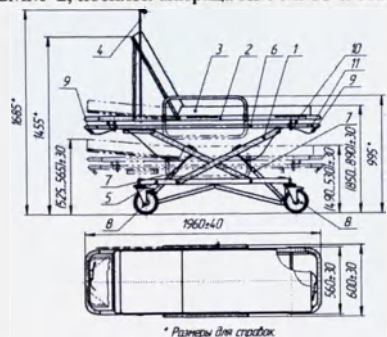

Рисунок 1. Тележка ТВ-ММ мод. 1261
2.4. Габаритные размеры, мм	См. рис. 1
4.1. Изделие (см. рисунок 1) состоит из: тележки многоуровневой 1, носилок жестких двухсекционных НЖ-2ММ 2, носилок-матраца НМ-ММ 3 и стойки капельницы 4.
- рамы с продольными брусками 12 из алюминиевого сплава на четырех жестких опорах 13 и ручек 14 из стальных труб с покрытием из трубки ПВХ. Для установки стойки капельницы 4 (см. рисунок 1) из нержавеющей трубы на брусках 12 имеются отверстия